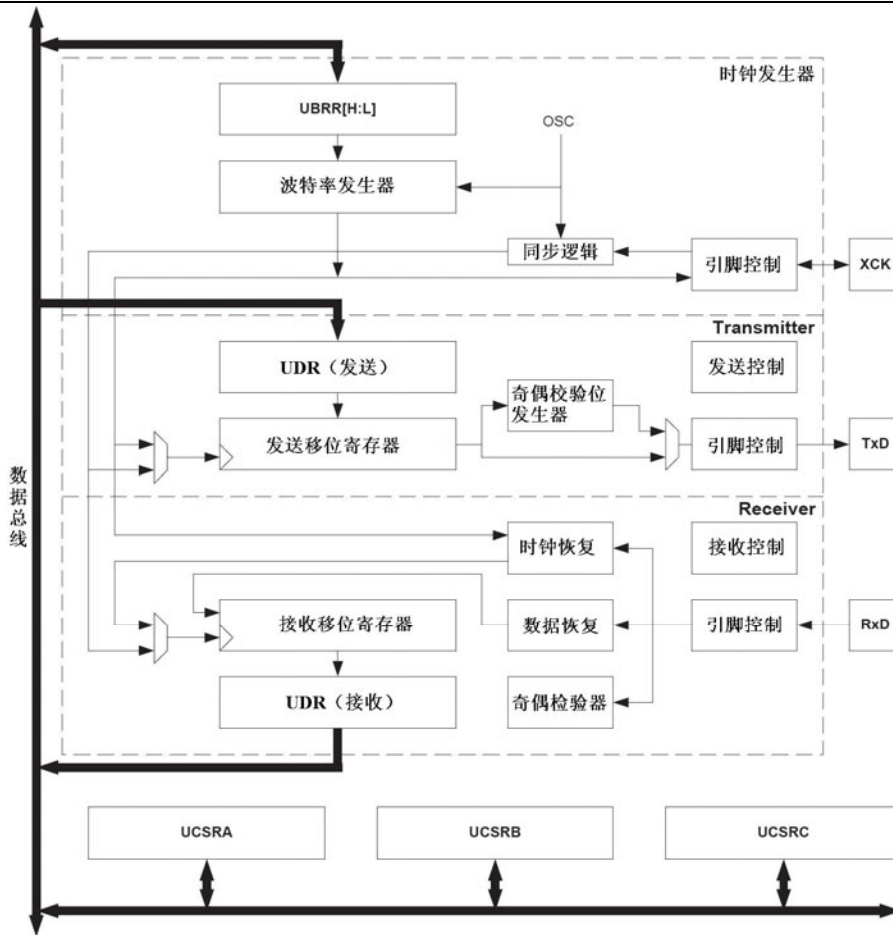

图 2.15 ATmega128 (L) 的全双工通用同步/异步串行接口 USART 的结构
ATmega128 (L) 的全双工通用同步/异步串行接口 USART 的结构如图 2.15 所示。在图 2.15 中。